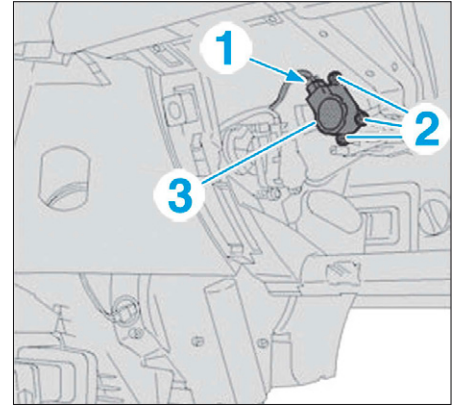

FIG. 27
- Débrancher le connecteur (1) (Fig.27).
- les vis (2),
- le servomoteur de volet d'entrée d'air (3).